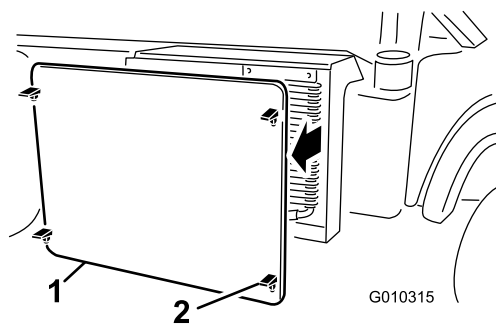

Figura 52
5. Abra los enganches y retire la rejilla del radiador (Figura 52).